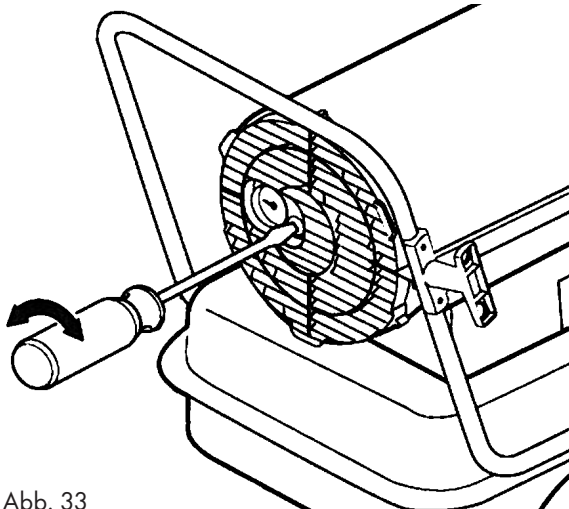

Abb. 33
- Verwenden Sie einen Schraubendreher mit flacher Klinge, um das Ventil zu drehen, Siehe Abb. 33